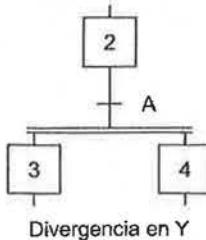

Figura 10.83. Grafcet en divergencia en Y.
- **Divergencia en Y.** Se emplea cuando se debe representar secuencias que se desarrollan en paralelo. En la Figura 10.83, a partir del estado 2 y al cumplirse la condición A, se pasa a los estados 3 y 4 de manera simultánea.